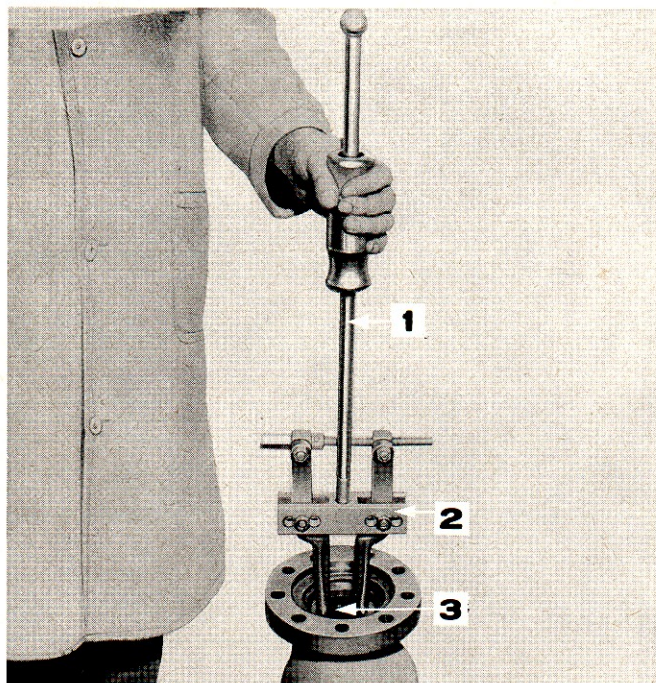

Figure 12: Dépose de l'arrêt d'huile intérieur d'arbre de roue
2. Si nécessaire, monter un arrêt d'huile neuf; on peut extraire le vieil arrêt d'huile au moyen des outils nos 943 et 943-S, Figure 12; pour le montage, utiliser l'outil no 630-12.